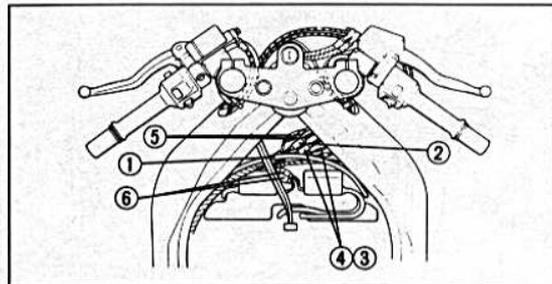

Bild 108
- Die Zündspulenanschlüsse trennen (Bild 108).